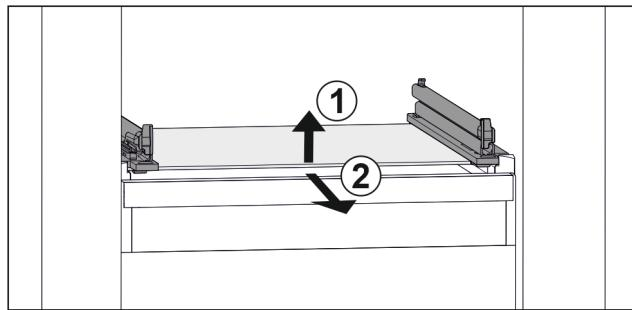

Fig. 45 Primjerni prikaz staklene ploče
- Staklenu ploču podignite sprijeda. Fig. 45 (1)
- Izvadite staklenu ploču prema naprijed. Fig. 45 (2)